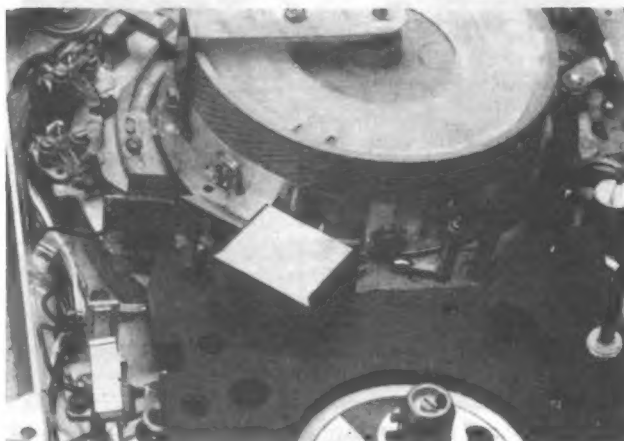

Abb. 19
- Einstellehre für Wickeltellerhöhe nach Abb. 19 anlegen und Kopfspiegel auf Senkrechtstellung kontrollieren.